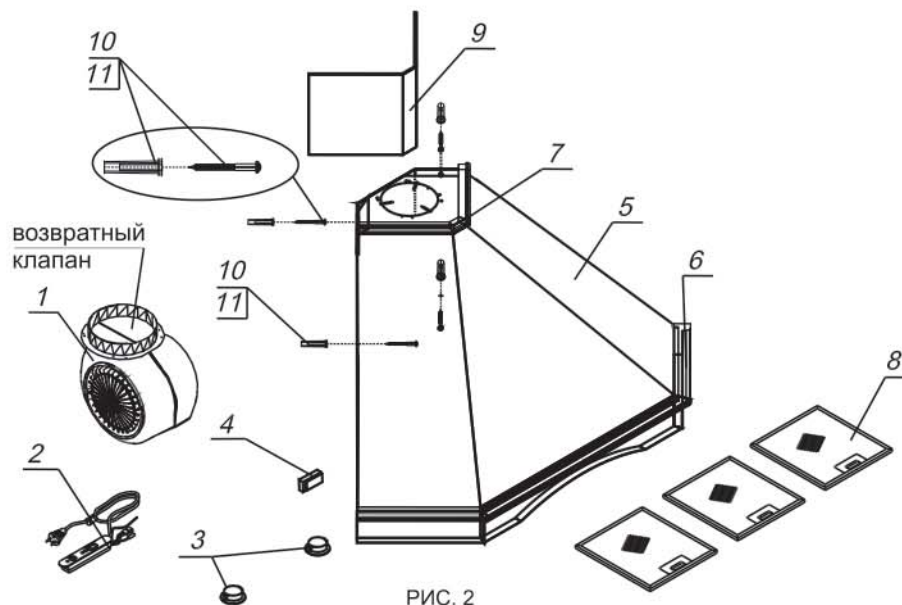

РИС. 2
- просверлите в стене через прокладку четыре отверстия для установки дюбелей Ø8 мм (поз.10, 12; рис. 2) и забейте их;
- дополнительно закрепите зонт двумя винтами (поз. 13, рис. 2);
1.4 Перед эксплуатацией вытяжного зонта убедитесь в том, что возвратный клапан, расположенный на горловине вентилятора (рис. 2), имеет свободный ход (легко поднимается вверх и опускается).